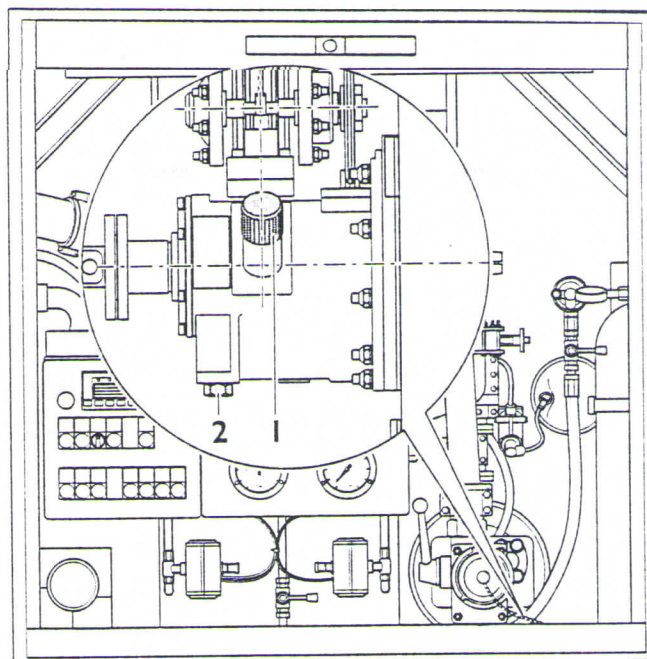

Fig 104/2 Vareta indicadora do nível de óleo / tubo de admissão de óleo e bucha de drenagem na bomba centrífuga
Na parte traseira do veículo encontra-se uma tampa que facilita o acesso à bomba (Fig. 104/1, Pos. 1).
- Por meio da vareta indicadora do nível de óleo (integrada no bujão roscado do tubo de admissão de óleo) verifique o nível do óleo no corpo da bomba (Fig. 104/1, Pos. 1).
- Desenrosque o bujão de drenagem na parte de baixo da caixa do mancal (Fig. 104/1, Pos. 2) e deixe o óleo escorrer.
- Desenrosque o bujão roscado do tubo de admissão de óleo e deite aprox. 3 litros de óleo (Fig. 104/1, Pos. 1).